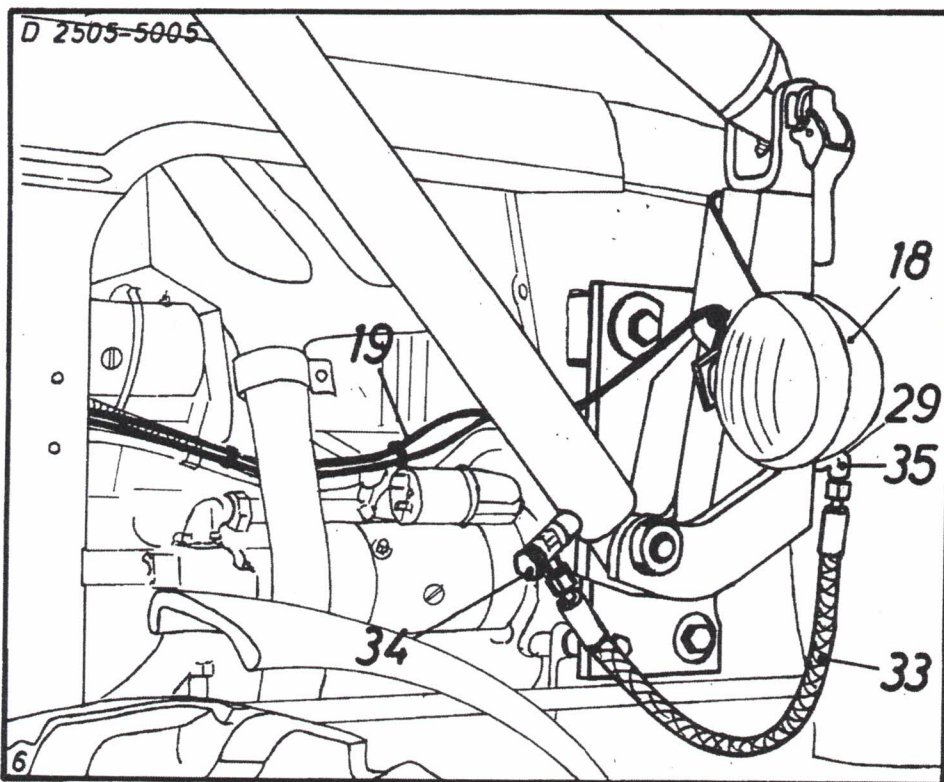

Bild 6
Lampenhalter rechts (15) zusammen mit Seilführung (16) mittels 2 Sechskantschrauben M 16 x 60 und Zahnscheiben A 16,5 (17) am rechten Bock anschrauben. Lampen (18) am Lampenhalter links und rechts montieren (Siehe Bild 6 und 7). Kabel (19) mittels Klemmschutz (20) installieren. Scheinwerfereinstellung siehe Betriebsanleitung P 550, Seite 9.